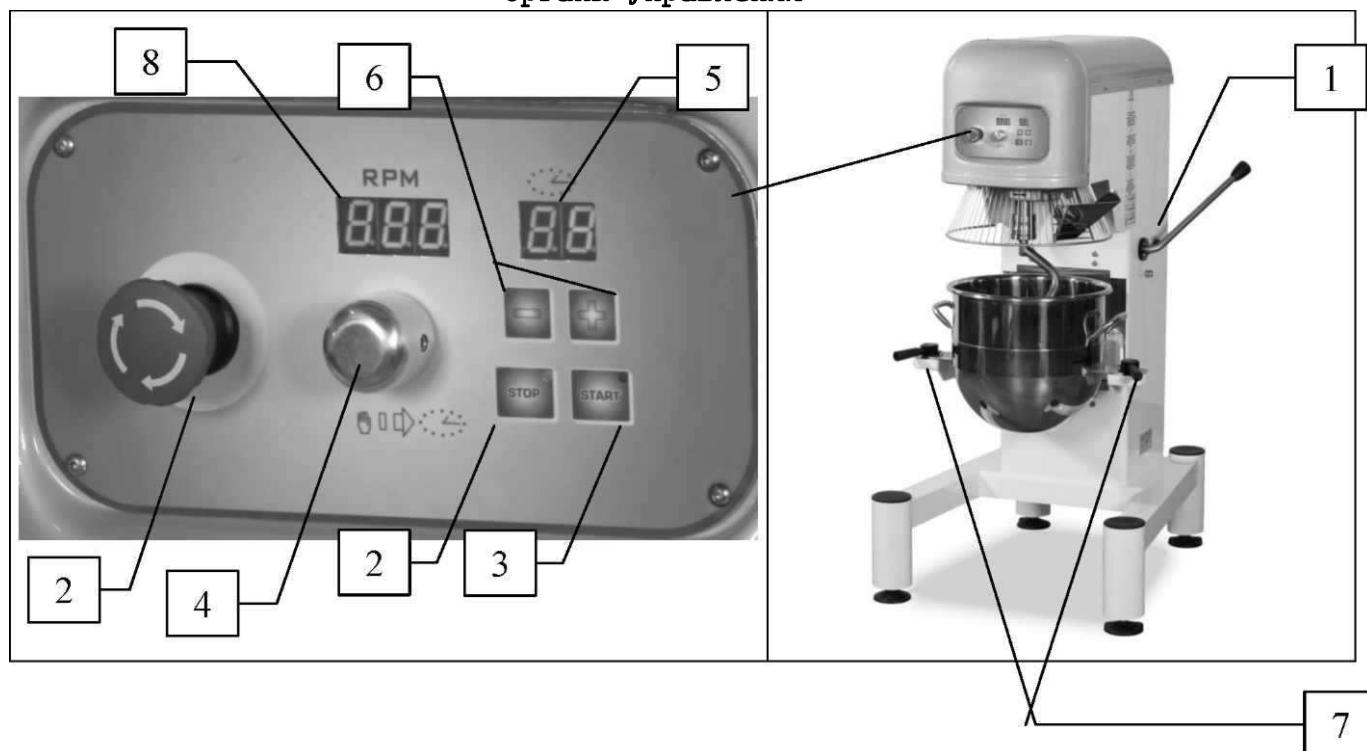

Рис. 4.1
- Электродвигатель имеет переменную скорость вращения и снабжен инвертором, управление им осуществляется достаточно просто. Нажать кнопку 3 START/ON (пуск) и отрегулировать скорость с помощью поворотной рукоятки 4 на панели управления (рисунок 4.1).